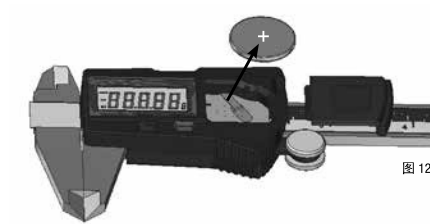

图 12
- 首先, 用拇指轻压电池盖 (9), 小心将其滑至右侧, 取下电池盖。将手指伸入电池左上角的小空间内, 提出电池 (图 12)。